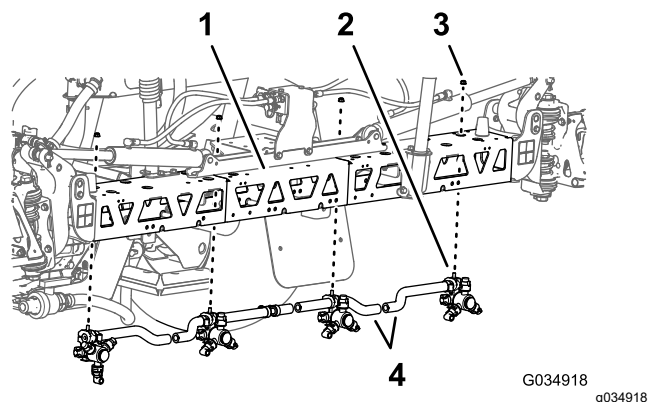

Рисунок 68
5. На средней секции стрелы перережьте шланг между двумя распылительными соплами (Рисунок 68).
6. Отверните фланцевую контргайку (5/16 дюйма), которая крепит распылительное сопло к опоре сопла (Рисунок 68).